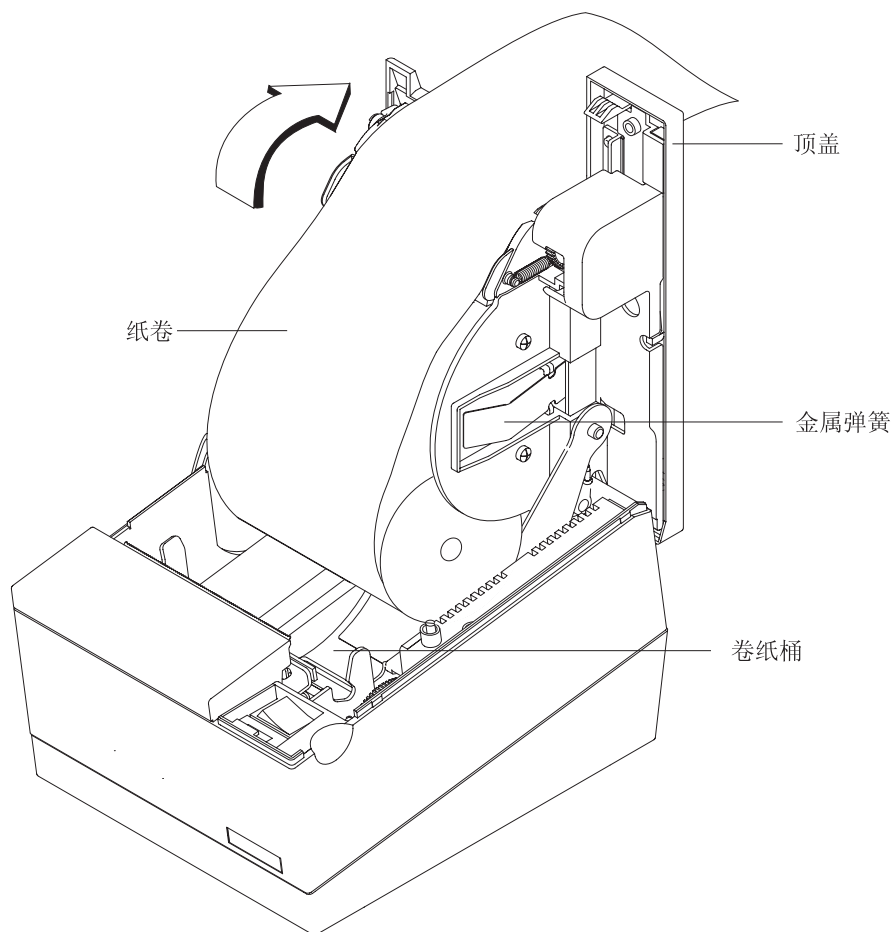

图 28. 打印纸装入路径
3. 如果将打印机配置为“卡扣式”打印纸装入 (两个白球面出现在金属弹簧的后面), 则按第 60 页的图 28 所示将卷纸放到卷纸托架上; 否则, 将卷纸放到桶中。打印纸前缘应从打印机反向接入, 并如图所示穿过纸卷筒的底部。